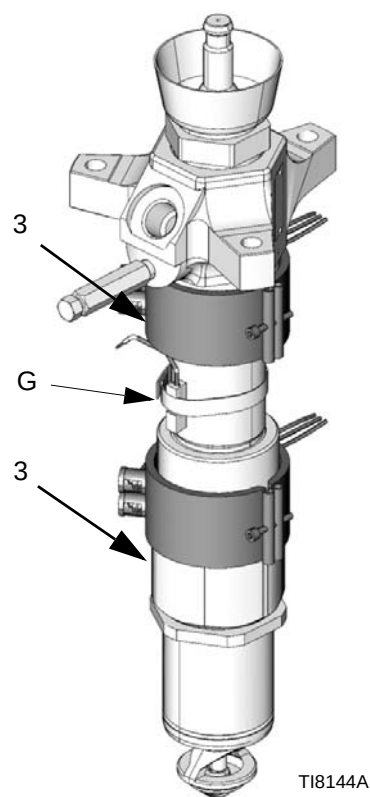

FIG. 25
2. Koppla bort elledningarna från värmebygeln (3). Se FIG. 25.
3. Lossa klämman som håller givaren på pumpen (G). Se FIG. 25.